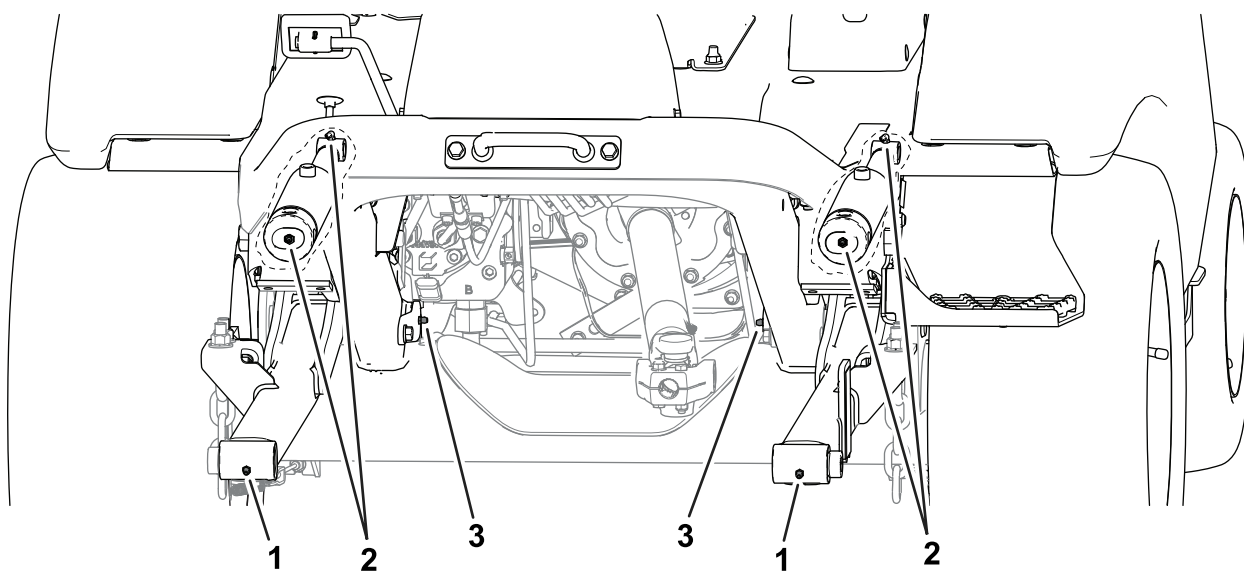

**Figure 49**
- Axe de pivot d'essieu (Figure 49)